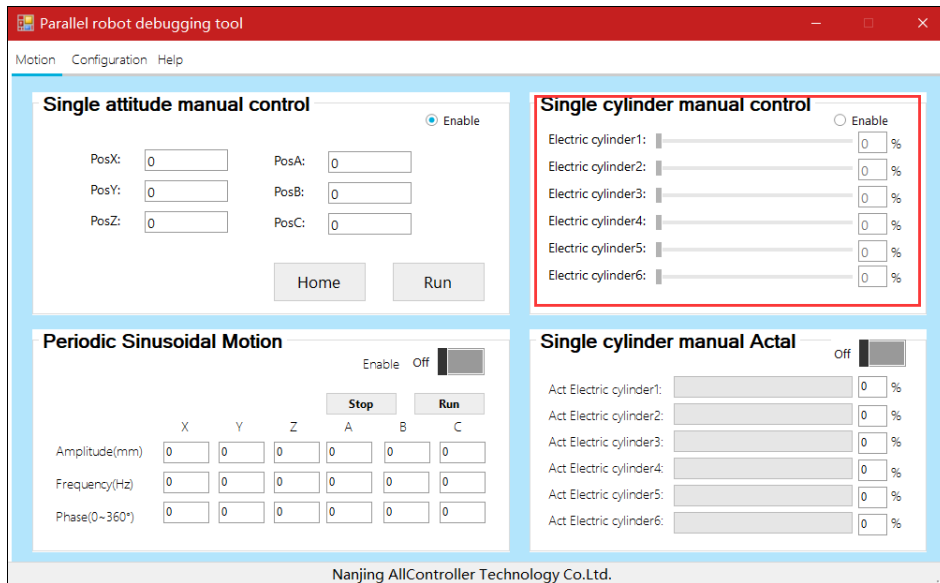

图 10 单缸手动测试
3) 如图 10 所示, 点击 Single cylinder manual control (单缸手动控制) 的 Enable 按钮, 软件就会进入电缸定位/测试模式, 这时拖动滑块, 对应电缸就会伸缩出对应百分比的长度。